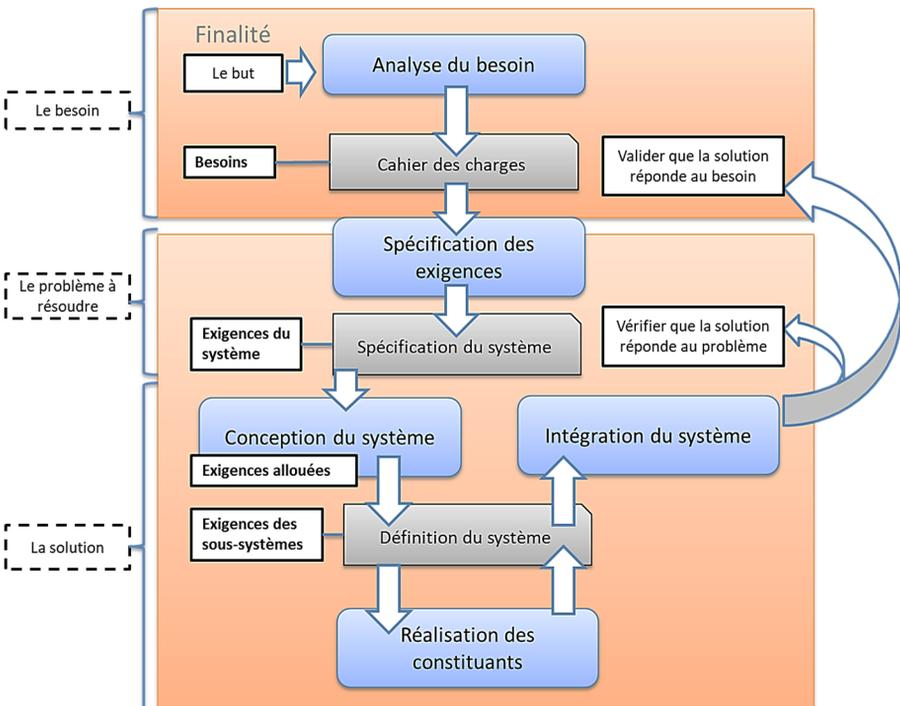

Figure I.2. Cycle de développement et ingénierie des exigences
- le développement des exigences avec (voir figure I.2) :